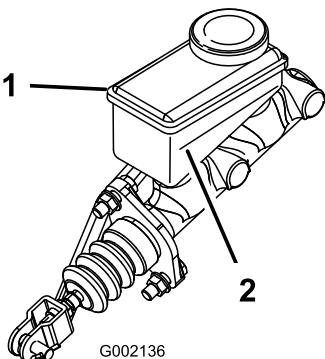

Рисунок 15
3. Посмотрите на контур уровня жидкости в боковой части бачка. (Рисунок 15).
- B. Долейте тормозную жидкость DOT 3 в бачок, пока ее уровень не будет выше линии «Минимум» (Рисунок 15).
5. Установите резиновую заглушку в верхней части приборной панели (Рисунок 15).